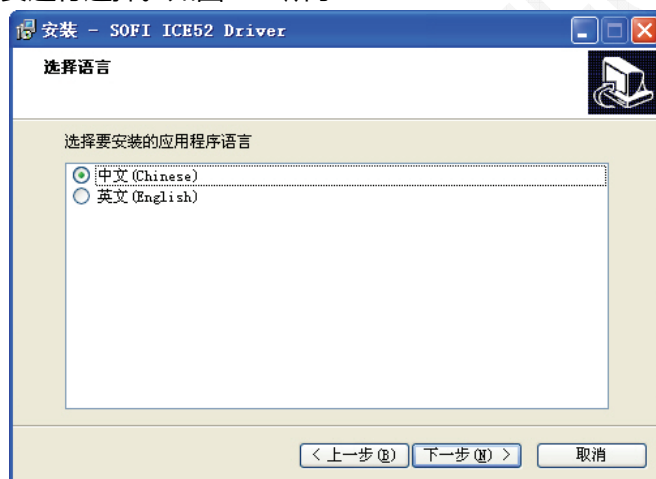

图 2.3 选择 ICE52 使用的语言
2. 在安装的的第 3 个画面，提示选择语言。可选择简体中文或英文。此选项决定在 Keil 中的仿真/编程对话框使用哪个语言，请根据需要进行选择。如图 2.3 所示：